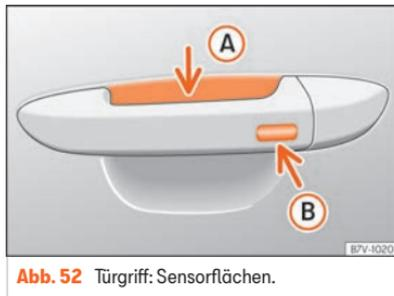

Abb. 52 Türgriff: Sensorflächen.
»» (Abb. 52)
- Berühren Sie die auf der Außenseite des Türgriffs befindliche Sensorfläche »» (Abb. 52) Ⓑ. Alle Blinker leuchten einmal.
- Berühren Sie innerhalb von 5 Sekunden einmal die auf der Außenseite des Türgriffs befindliche Sensorfläche **>>>** **(Abb. 52)** **(B)**. Ergreifen Sie dabei nicht den Türgriff. Das System Keyless Access ist jetzt vorübergehend deaktiviert.
Um mit der **Komfortfunktion** alle elektrischen Seitenfenster und das Glasdach zu schließen, lassen Sie einen Finger einige Sekunden auf der Sensorfläche für Verriegelung **>>>** **(Abb. 52)** **(B)** am Türgriff, bis die Seitenfenster und das Dach geschlossen sind.